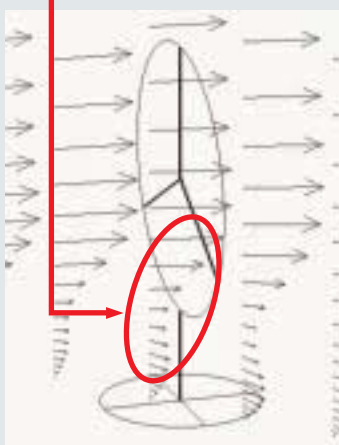

図10 風車近傍の速度ベクトル図
- 風車立地予定地の平均風速の鉛直プロファイル(図10参照)